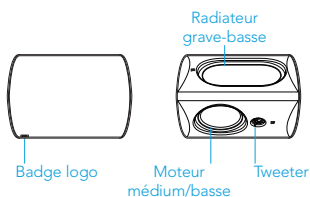

Figure 2
- N'oubliez pas de toujours diriger les enceintes de manière à permettre à l'eau de s'écouler hors du cône du moteur *et/ou* du radiateur basse-grave. Positionnez toujours les enceintes de façon à ce que le côté avec le moteur médium/basse et le tweeter, c'est-à-dire le côté avec le badge du logo Definitive Technology (voir Figure 2), soit orientés vers la zone d'écoute.